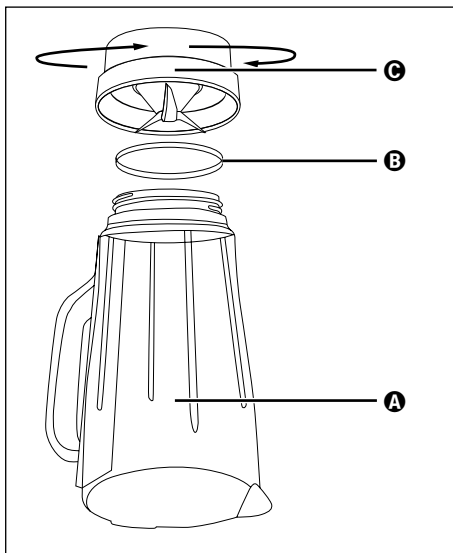

Abb. 4
- 2) Stellen Sie das Gerät auf den Kopf und drehen Sie das Plastikteil C des Mixaufsatzes ③ gegen den Uhrzeigersinn, so dass es sich vom Glasteil A des Mixaufsatzes ③ lösen lässt (siehe Abb. 4).